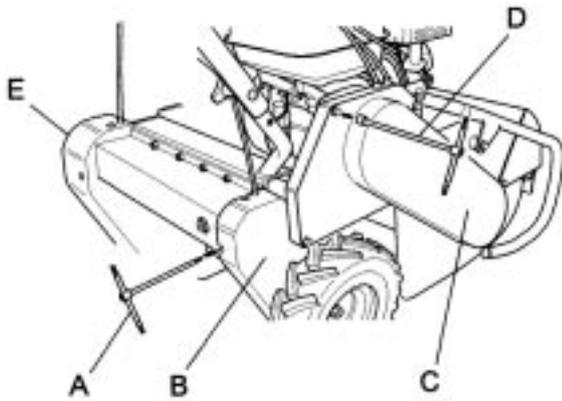

Fig. 6
- Enlever la protection en plastique (fig. 6 réf.B,E), en dévissant et en enlevant les vis au moyen de la clé indiquée figure 6, réf.A.
- Enlever la protection en plastique (fig. 6, réf. C) en dévissant et en enlevant les vis de fixation au moyen de la clé indiquée fig. 6, réf.D.
Enlever la protection en plastique (fig. 6, réf. C) en dévissant et en enlevant les vis de fixation au moyen de la clé indiquée fig. 6, réf.D.
- Le carter de protection de la courroie (Fig. 6 réf.B,C,E) et les protections de la lame (Fig. 1 réf. E) doivent toujours être installés correctement et être en bon état. En cas de détérioration, les réparer avant de réutiliser la machine.
- Nettoyer l'intérieur du carter de protection courroie (fig. 6, réf. B,C,E) avec un jet d'air.